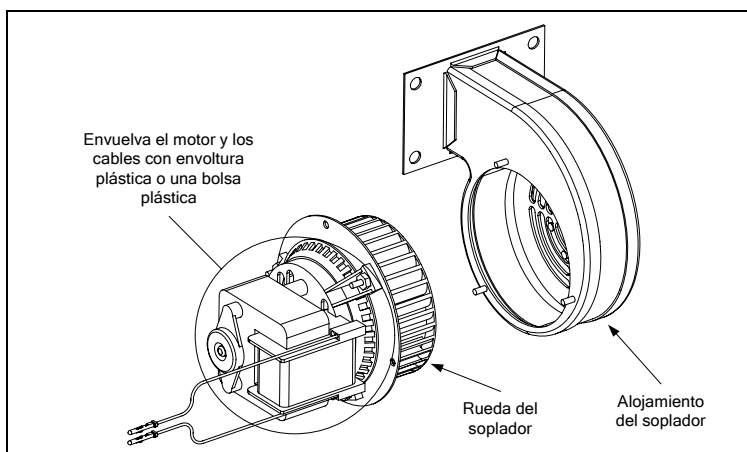

Figura 3
3. Envuelva el motor con envoltura plástica para evitar que ingrese agua. Rocíe desgrasador o detergente en la rueda del soplador y el alojamiento del soplador. Déjelo actuar durante cinco minutos. Enjuague la rueda y el alojamiento con agua corriente caliente, luego séquela con un paño limpio. (Vea la Figura 3)